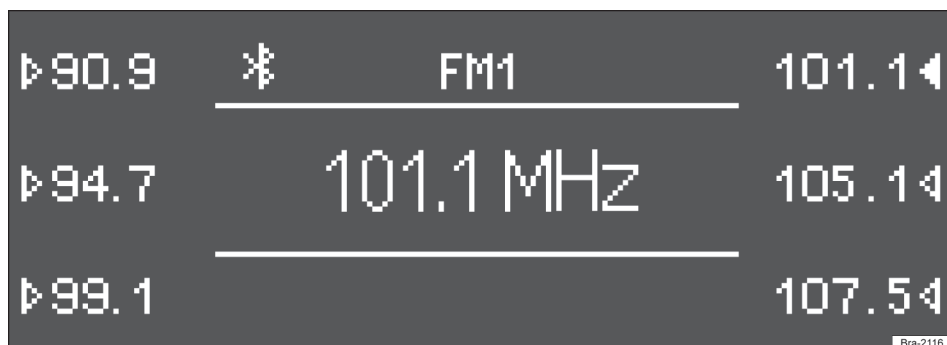

Fig. 141 Emisoras memorizadas en las teclas de presintonía del nivel de memoria FM1.
- La emisora que se está escuchando (en → fig. 141: 101.1 MHz) se memorizará en esa tecla de presintonía.